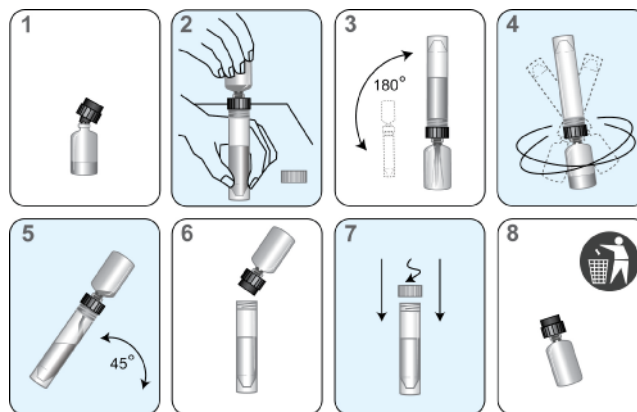

Figure 5. Procédure de reconstitution des réactifs
- ii. Insérez fermement l'extrémité à encoche du collet de reconstitution (noir) dans le flacon (Figure 5, étape 1).
- iv. Placez le flacon de solution de reconstitution sur une surface stable (p. ex. une paille). Retournez ensuite le flacon de réactif lyophilisé au-dessus du flacon de solution de reconstitution et attachez le collet solidement au flacon de la solution de reconstitution (Figure 5, étape 2).
- v. Retournez lentement les flacons assemblés (flacon attaché au flacon de solution) pour que la solution puisse s'écouler dans le flacon en verre (Figure 5, étape 3).
- vi. Soulevez les flacons assemblés et faites-les tourner pendant au moins 10 secondes (Figure 5, étape 4).
- c. Inclinez lentement les flacons assemblés pour permettre à la totalité de la solution de s'écouler de nouveau dans le flacon de solution de reconstitution (Figure 5, étape 5).
- d. Retirez délicatement le flacon en verre et collier de reconstitution (Figure 5, étape 6).
- e. Rebouchez la bouteille. Inscrivez les initiales de l'opérateur ainsi que la date de reconstitution sur l'étiquette (Figure 5, étape 7).
- f. Retirez délicatement le flacon en verre et collier de reconstitution (Figure 5, étape 8).